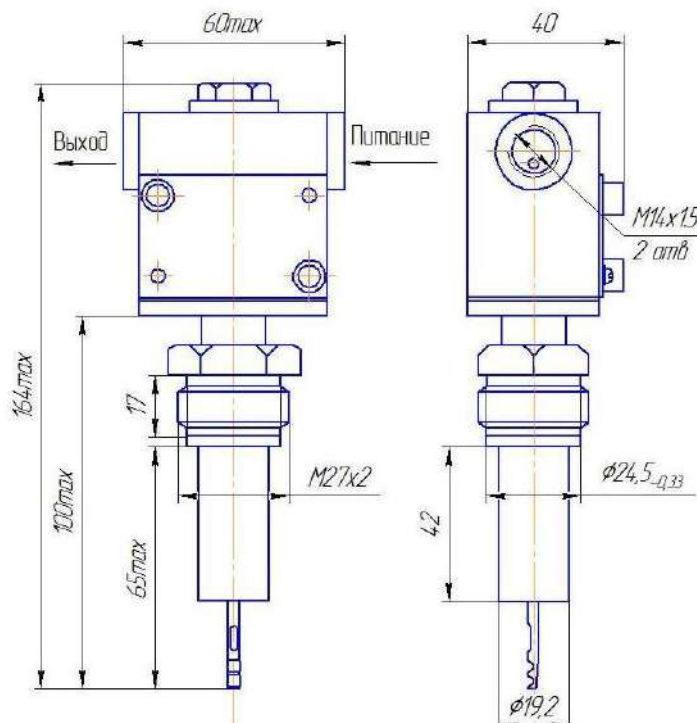

Рис. 1. Габаритные размеры преобразователя ДТПМ-Р.
3.2 Принцип действия основан на сравнении усилия, развиваемого выходным давлением воздуха и давлением паров заполнителя термосистемы. Питающий воздух подается в отверстие, показанное на рис. 1.